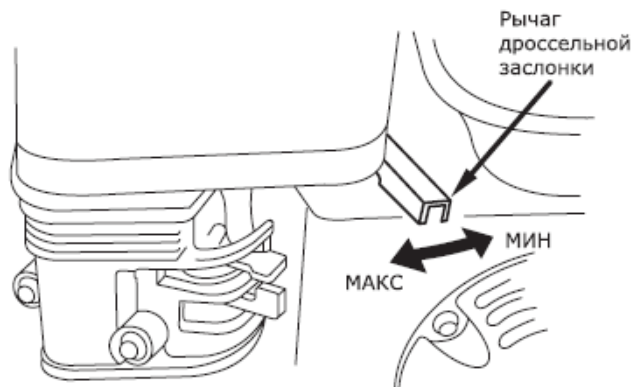

Рис.11 – Регулировка оборотов двигателя
- Поставьте рычаг дроссельной заслонки на 1/3 хода в сторону положения «МАКС» (рис. 11).
- Число оборотов двигателя и соответственно производительность двигателя регулируется изменением положения рычага дроссельной заслонки (рис. 11).